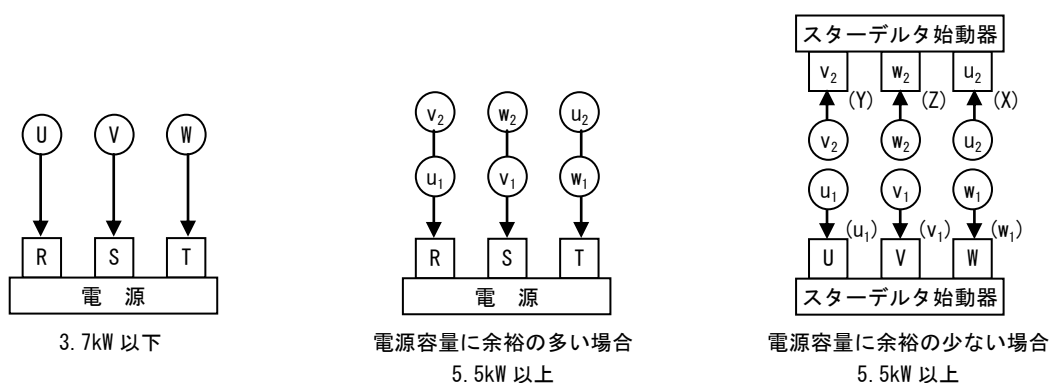

図 12 配線接続図
- (1) 配線は図 12 または、電動機のターミナルボックス内ぶたに表示された結線図もしくは電動機に付属された取扱説明書に従い行ってください。